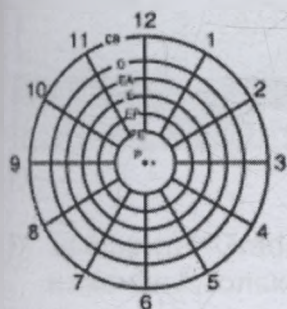

Рис. 4
- 3) Номера с 1 по 12 появляются по порядку каждый раз, когда нажимается кнопка направления 1 луча (3). Это помогает указать угол меридиана (Рис. 4).